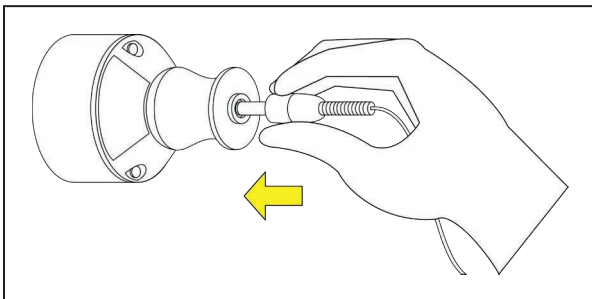

Figura 12. Inserção do conector do adaptador CA no módulo de alimentação.
PASSO 1. Insira o conector do adaptador CA no orifício do módulo de alimentação, conforme mostra a Figura 12.